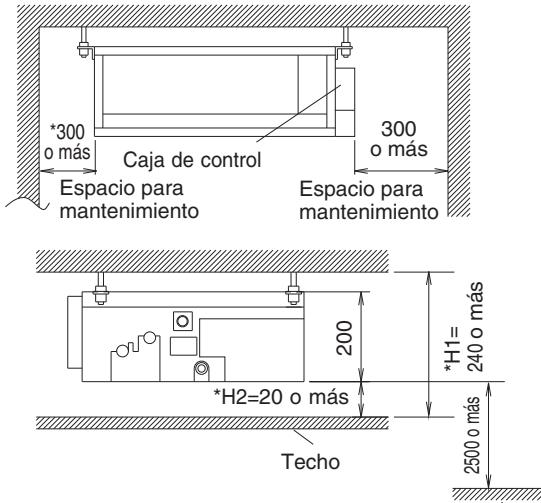

Fig. 1
(1) Seleccione un lugar para la instalación que cumpla con las siguientes condiciones y solicite el visto bueno de su cliente.
- Donde haya suficiente espacio libre alrededor como para hacer los trabajos de servicio y de mantenimiento con facilidad. (Refiérase a la Fig. 1)